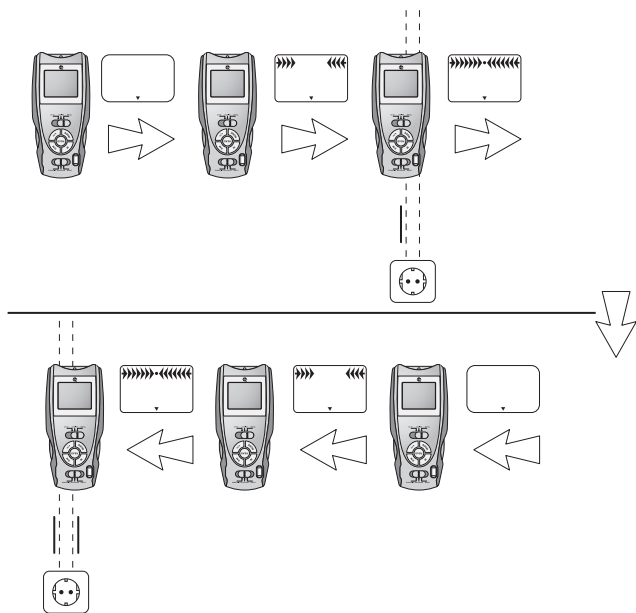

Abb. 4
5. Fahren Sie langsam mit dem Multidetektor an der Wand entlang. Wenn sich die Pfeile auf dem Display auf den Punkt zubewegen, nähern Sie sich dem gesuchten Objekt. Sind die Pfeile komplett und ein anhaltender Signalton ertönt, markieren Sie diese Position (siehe Abb. 4).
6. Verfahren Sie nun genauso, nur nähern Sie sich von der anderen Seite an das Objekt. Sobald der Signalton ertönt, markieren Sie diese Position (siehe Abb. 4).